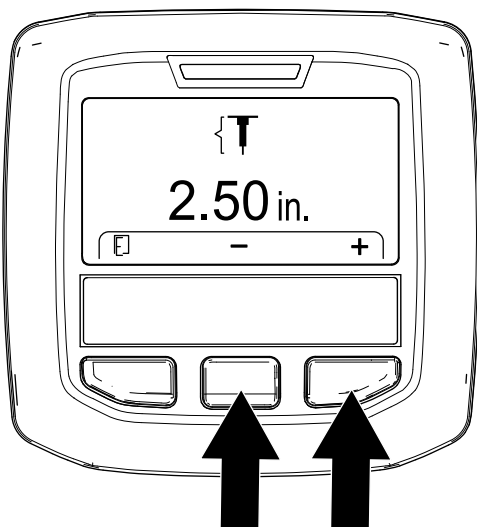

Figura 53
5. Regolate la profondità delle fustelle (Figura 53) come segue: